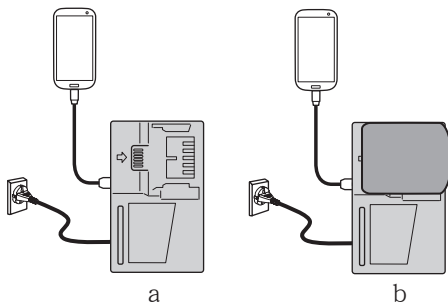

图39
- 将USB设备插入插座进行充电。(图39-a)
- 将USB设备和电池插入插座进行充电。(图39-b)